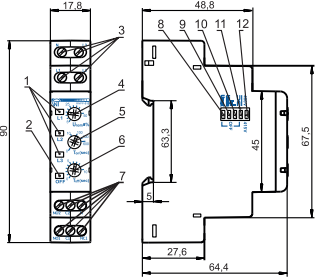

Рисунок 1
- 2) Регулятором **U_{ном±%}** (поз.4 рис. 1) установите необходимый порог срабатывания по максимальному и минимальному напряжению в процентах от номинального напряжения питания сети.
- 3) Регулятором **Toff (sec)** (поз.6 рис. 1) установите время срабатывания защиты.
- 4) Регулятором **Ton(sec)** (поз.5 рис. 1) установите время АПВ.
- 5) Переключателями срабатывания защиты (поз. 8 – 11 рис. 1) включите необходимые защиты.
- 6) Переключателем **400 В / 415 В** (поз. 12 рис. 1) установите тип используемой сети.